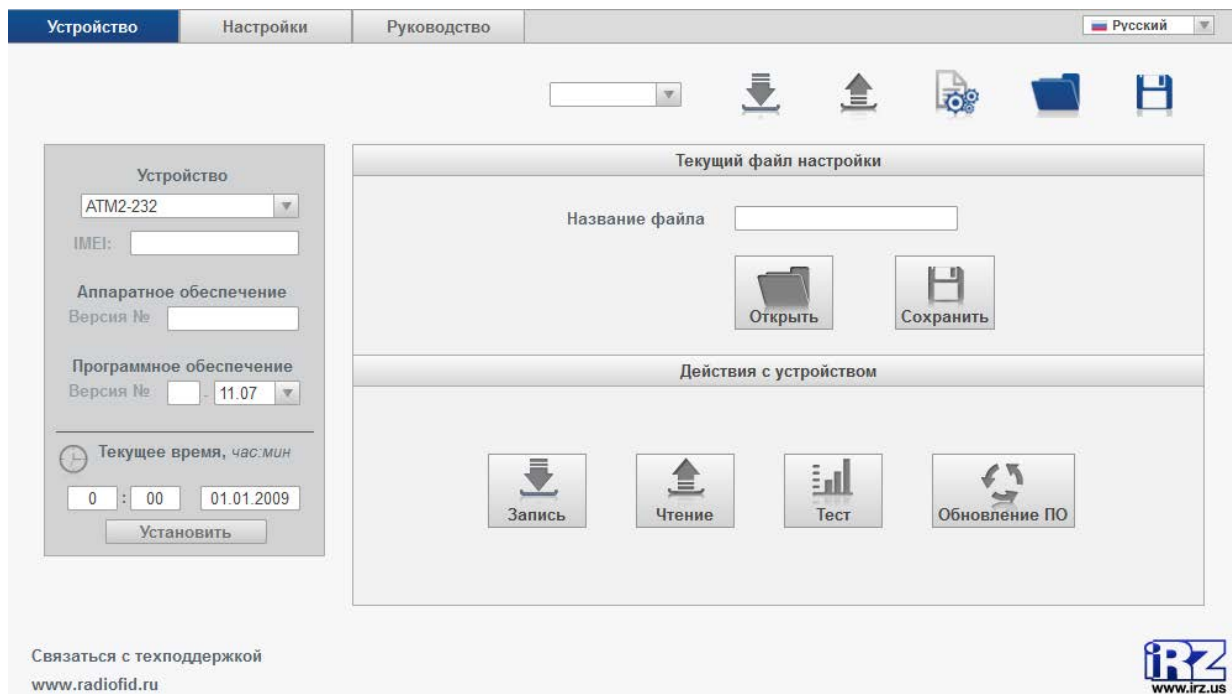

Рис. 3.7 Программа ATM Control — главное окно
2. Запустите программу ATM Control. Появится главное окно программы (см. Рис. 3.7).